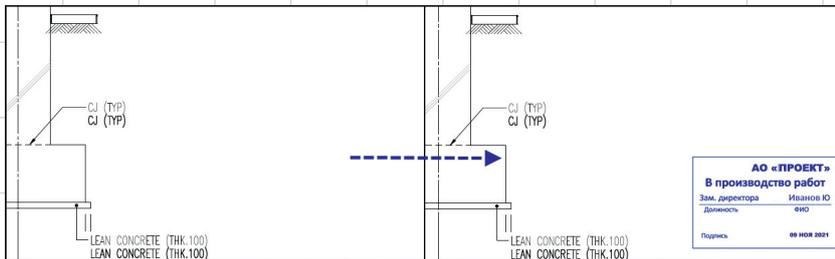

Рис. 3. Штамп «В производство работ»
• **Автоматическое формирование QR-кода в PDF-файл** — расширение возможности механизма автоматической простановки электронного штампа «В производство работ» в системе (рис. 3), который позволяет исключить ручной труд на штампование и проверку качества, а также ошибки вследствие влияния человеческого фактора.